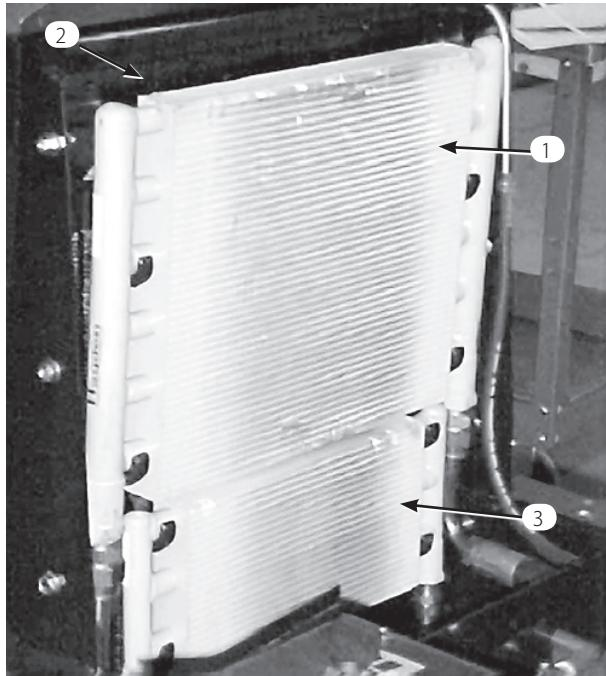

図 53
- オイル・クーラー少し持ち上げて前に傾ける（図53）。オイル・クーラとラジエターの裏表を圧縮空気で丁寧に清掃する。オイル・クーラを元に戻す。